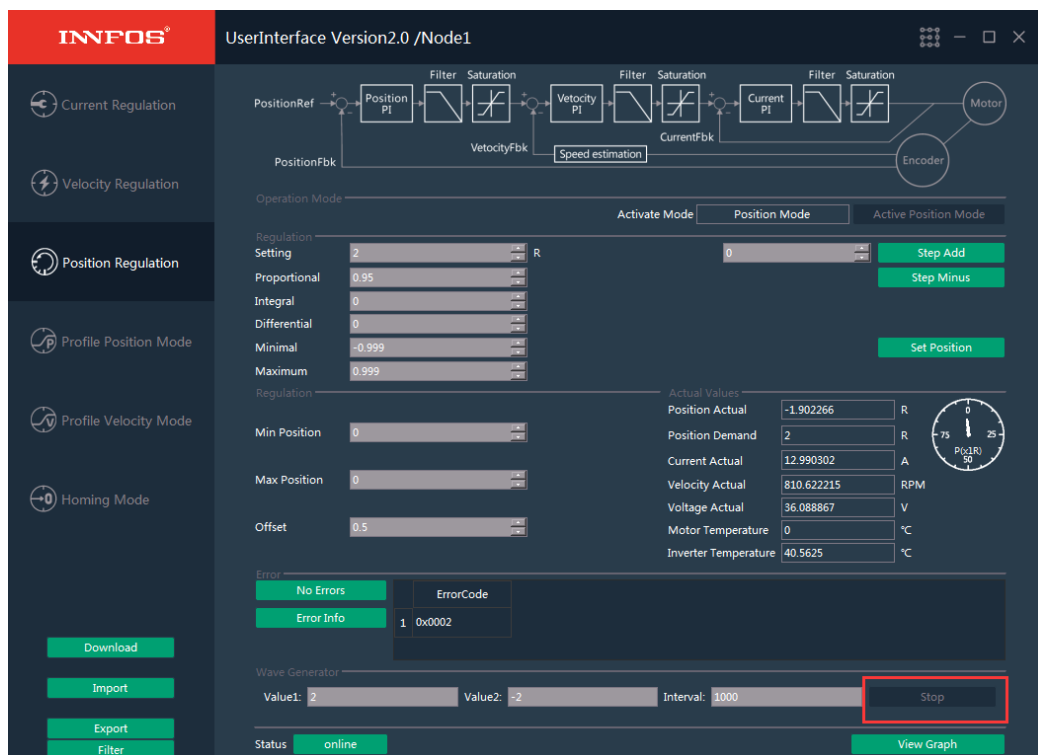

图 40
- 3) 调节 Proportional 框可调节比例值，如图 40 的 2 处
8.点击“Stop”键，可停止方波发生器的运行，如图 40